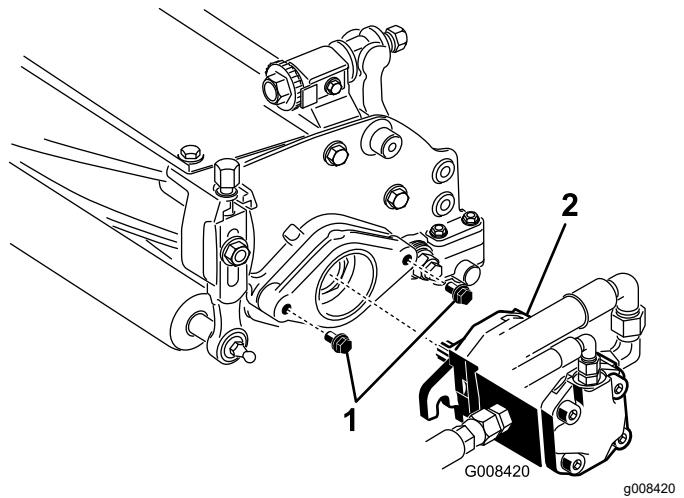

Bild 9
7. Lassen Sie ungefähr 13 mm des Gewindes an jedem Befestigungsschrauben des Spindelmotors sichtbar (Bild 9).
8. Fetten Sie die Keilwelle des Motors mit frischem Fett ein und bringen den Motor durch Drehen nach rechts an, sodass die Motorflansche von den Bolzen entfernt sind. Drehen Sie den Motor nach links, bis die Flansche die Bolzen umschließen (Bild 9).
9. Ziehen Sie die Befestigungsschrauben fest (Bild 9).